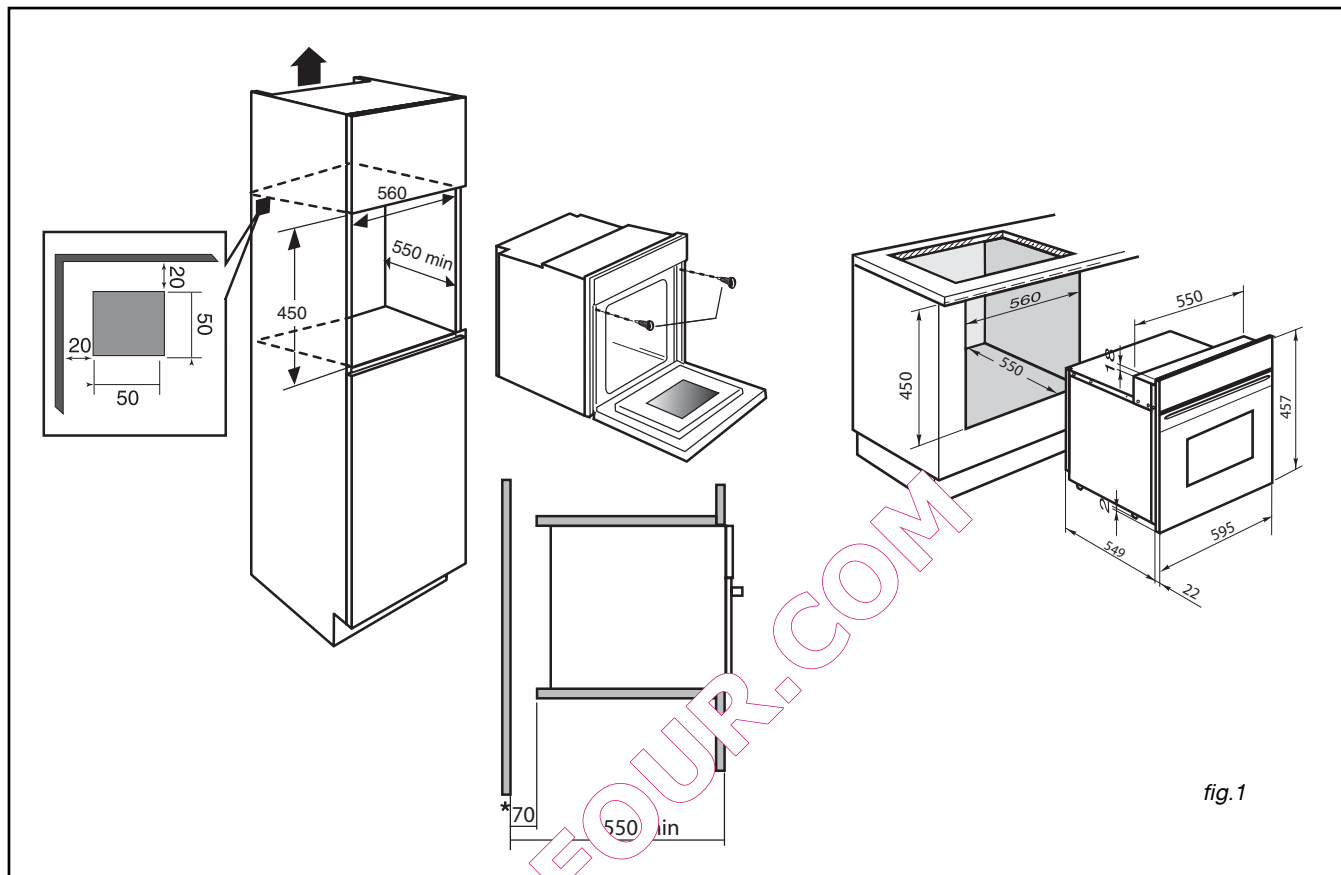

fig. 1
- Fixez le four dans le meuble par 2 vis au travers des trous prévus à cet effet sur les montants latéraux (fig.1).
### • Grille (fig.1)